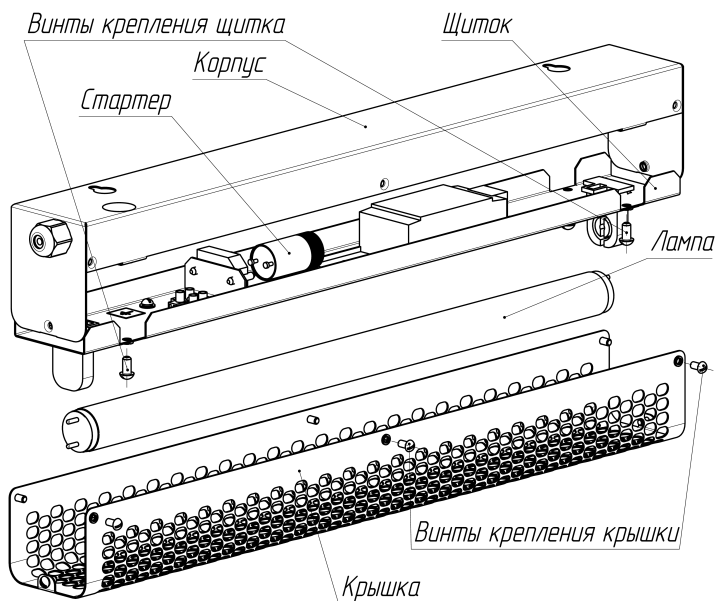

Рис. 2. Схема замены лампы и стартера.
7. Замена лампы и стартера (Рис. 2)